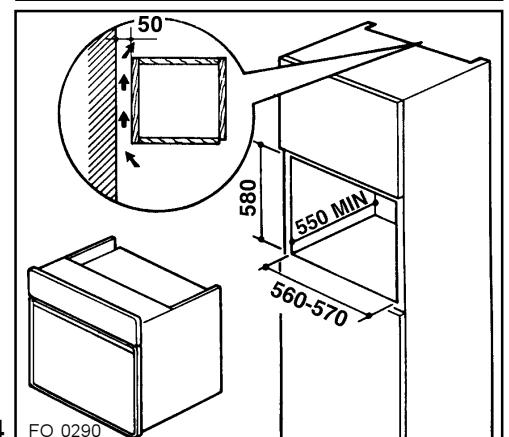

Fig. 14
- **Encastrement dans un meuble colonne (Fig. 14)**